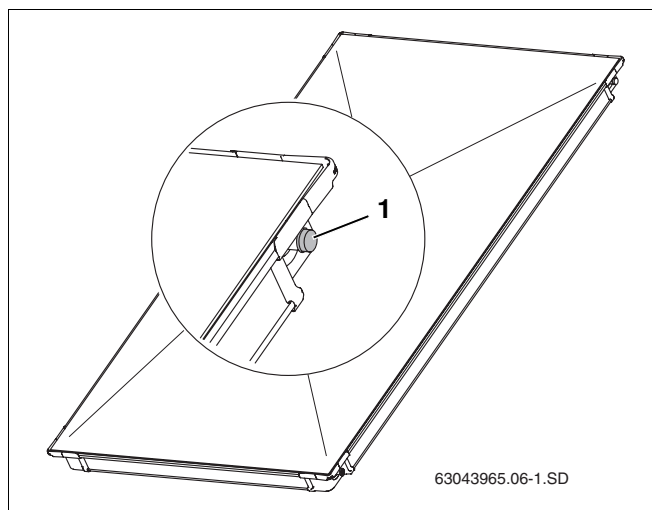

Fig. 5 Capuchons en plastique sur les raccordements de capteurs
- ▶ Retirez les capuchons en plastique (fig. 5, pos. 1) juste avant le montage.